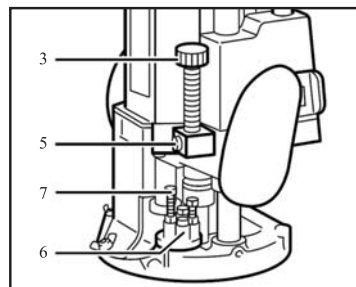

рис. 5
- выберите верхнее положение трёхпозиционного упора 6 (рис.5), для этого потяните упор вверх и поверните.
- освободите рычаг блокировки 2 (рис.5) и опустите корпус фрезера так, чтобы фреза коснулась поверхности заготовки. Заблокируйте рычаг 2 (рис.5).
- для быстрого перемещения винта глубины фрезерования 3 (рис.5) вверх-вниз, нажмите на кнопку 5 (рис.5). Тонкая регулировка достигается поворотом винта глубины фрезерования (1,5 мм. за оборот).
- подгоните винт глубины фрезерования 3 (рис.5) и винт высоты упора 7 (рис.5) впритык друг к другу. Это будет нулевое положение. Постарайтесь сделать так, чтобы оно соответствовало целому числу на шкале 4 (рис.3), это облегчит замеры при установке глубины фрезерования.
- выберите среднее положение трёхпозиционного упора 6 (рис.5).
- установите винт глубины фрезерования 3 (рис.5) на необходимую величину. Отталкивайтесь от нулевого показателя.
- подгоните винт высоты упора 7 (рис.5) к винту глубины фрезерования 3 (рис.5) впритык.
- верните винт глубины фрезерования 3 (рис.5) в положение, зафиксированное ранее как нулевое.